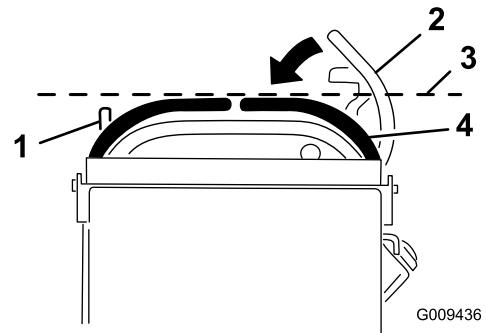

図 67
3. 右側走行コントロールレバーを、ニュートラルロック位置から運転位置へ降ろす 図 67。
4. 右側走行コントロールレバーと左側走行コントロールレバーの水平整列状態を見る 図 67。